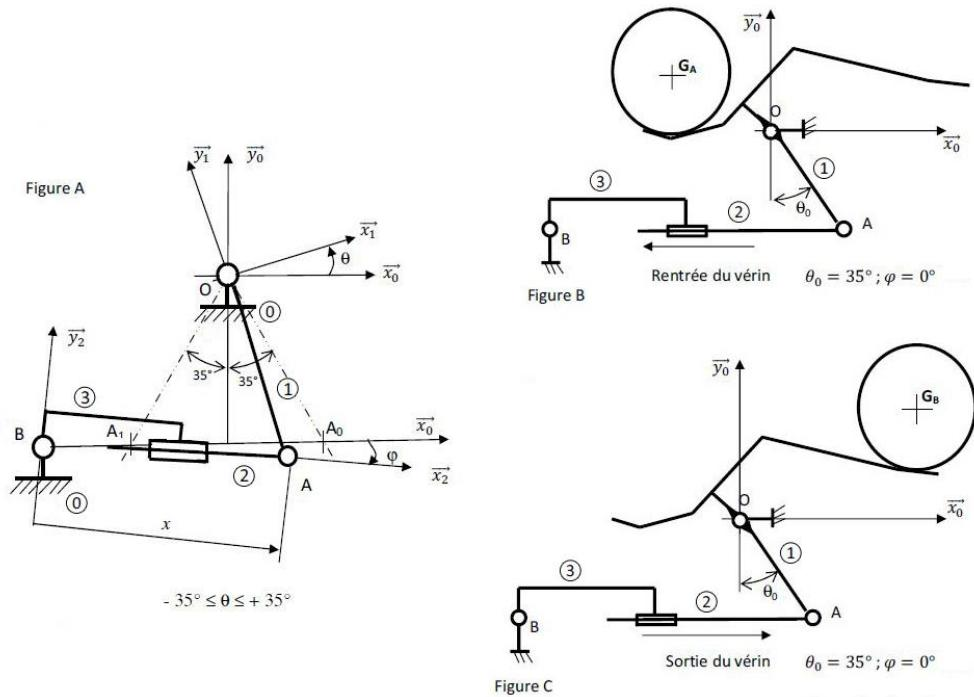

Figure 7 - Modèle cinématique et paramétrage
La Figure 7 fournit le modèle cinématique du système « tube à tube » ainsi que deux positions particulières (figure B : prise du tube et figure C : dépose du tube).
**Q1- Etablir** le graphe de liaisons du mécanisme en utilisant le modèle cinématique de la Figure 7.